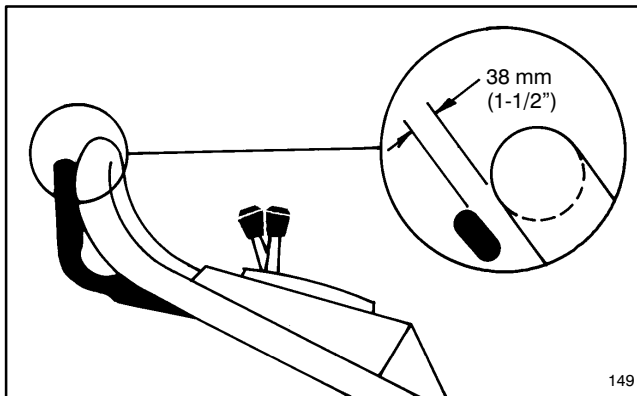

Figure 24
2. Levez la barre de commande jusqu'à ce qu'une résistance se fasse sentir. La barre de commande doit se trouver à 38 mm du guidon lorsque le réglage est correct (fig. 24).